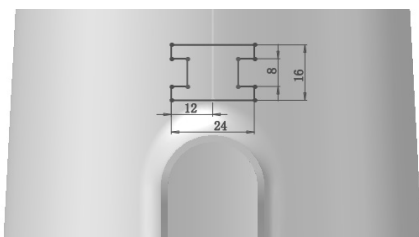

图 6-137 扫描截面
11) 绘制扫描截面。在左侧的 FeatureManager 设计树中用鼠标选择“上视基准面”作为绘制图形的基准面。单击“草图”控制面板中的 (直线) 按钮, 绘制图 6-137 所示的草图。